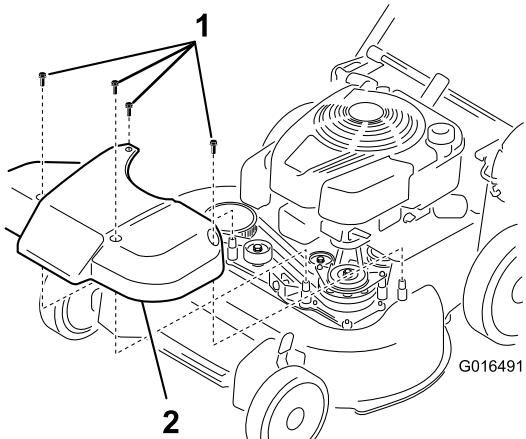

Figure 38
- Déposez le couvercle du système d'entraînement des lames (Figure 38).